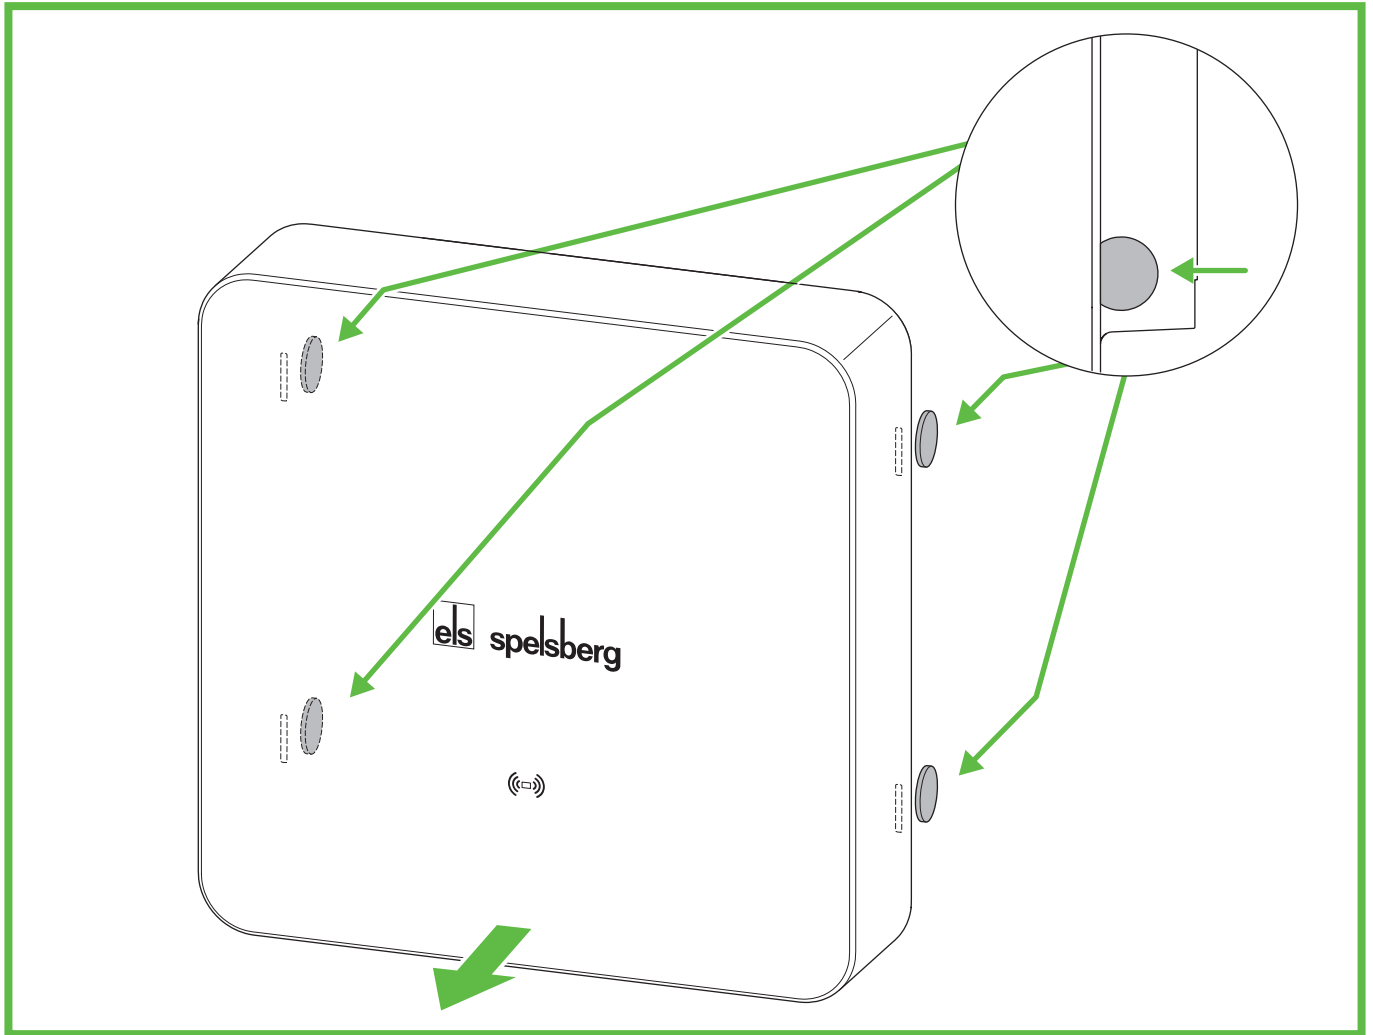

Abb. 21: Päällikannen irrottaminen
- ▶ Avaa päällikannen lukitus poleteilla (Abb. 21). Työnnä poletit niin syväälle lukituksen avausreikiin kuin ne menevät.